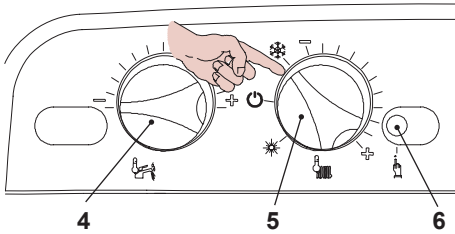
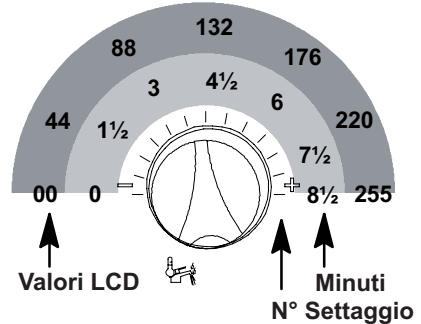

Fig. 5.78
Fig. 5.82
- Posizionare le manopole 4 e 5 come indicato in Fig. 5.78.
- Per settare il tempo di frequenza di riaccensione bisogna entrare in programmazione premendo per 15 secondi il pulsante di ripristino 6, in Fig. 5.78 fino alla comparsa del parametro **P01** sul display LCD; sul display LCD compare la seguente visualizzazione (la sequenza **P01** si alterna ---).
- Premere il pulsante di ripristino 6 in Fig. 5.78 per lo scorrimento dei vari parametri sino al raggiungimento del parametro **P10** valido per il settaggio della frequenza di riaccensione; sul display LCD compare la seguente
- Per cambiare il settaggio ruotare la manopola regolazione temperatura sanitari 4 in Fig. 5.78 e posizionarla sul tempo prescelto Fig. 5.82 (nella figura esempio manopola settata per frequenza di riaccensione di 3 minuti).
Il passo del settaggio della manopola 4 Fig. 5.82 corrisponde a un valore letto sul display LCD di circa 44 (90 secondi) e questo valore può essere variato fino a circa 255 (8 minuti e mezzo); nell'LCD la sequenza **P10** si alterna con 60.